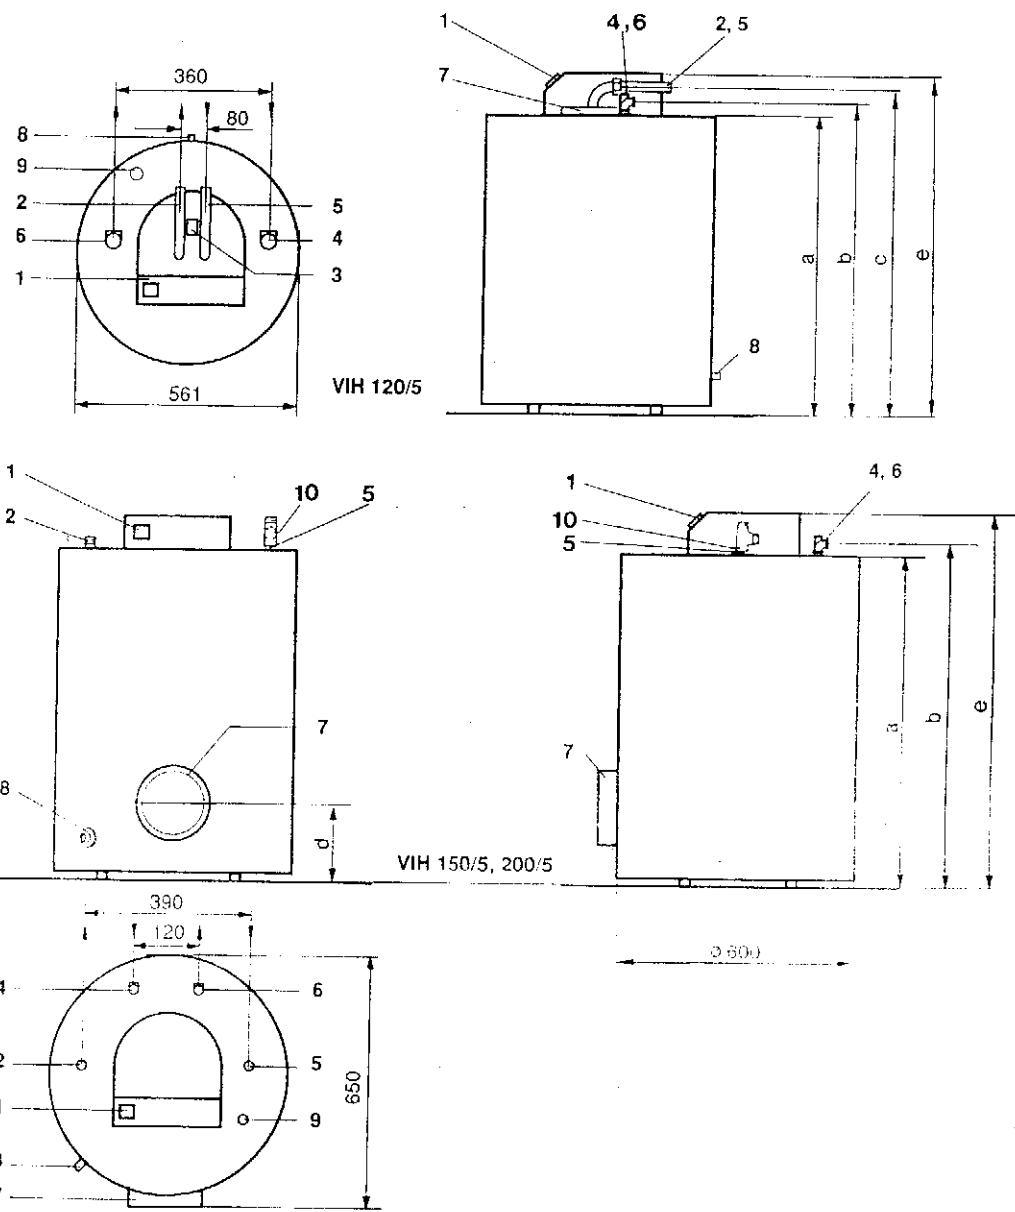

Рис. 1
Тройник (поз.10,рис.1 и поз. 15,рис.4а) можно привернуть непосредственно к патрубку подключения холодной воды, как показано на рис. 4а. У VIH 120 циркуляционный трубопровод можно подключить к отдельному патрубку на верхнем фланце. Режим работы циркуляционного насоса устанавливается регулятором отопления VRC-Set... или отдельным таймером согласно действующим местным нормам водоснабжения или пожеланиям клиента.
- Подводки от подающей и обратной магистралей котла присоединить к аккумулятору. Присоединительные патрубки см. на рис. 1, схеме контуров системы отопления рис. 3, стр. 5.